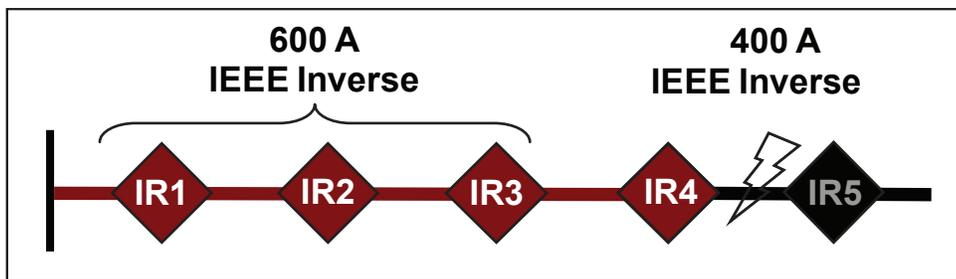

Figura 20. Falta temporária CEC; IR2 e IR3 mudam para uma curva TCC mais lenta.
- IR2 e IR3 mudam para uma curva TCC mais lenta. Ver Figura 20 na página 43.